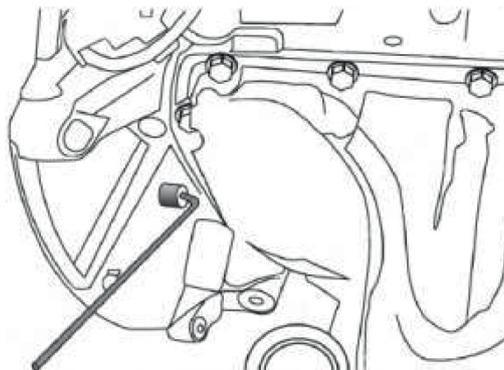

Fig. 2
Pino bloqueio cambota - usado para bloquear a cambota na posição mostrada na (Fig.2).
1. Gire o motor no sentido horário usando o fixação do centro da polia da cambota até o o pino de bloqueio pode ser encaixado conforme mostrado na (Fig.2).
3. Verifica as árvore de cames estão na posição correta garantindo as marcações (IN) na árvore de cames de entrada e (EX) na árvore de cames de escape estão voltados para cima - se não, gire o cambota 360° e reinicie.